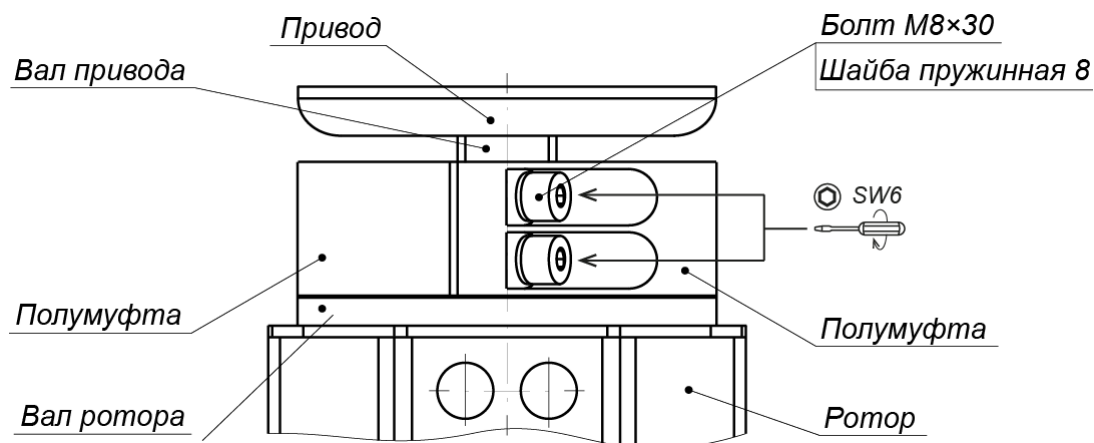

Рисунок 19. Муфтовое соединение (4) вала привода исполнительного механизма с валом ротора (1)
- Соедините верхний вал ротора с валом привода исполнительного механизма двумя полумуфтами и четырьмя болтами М8×30 с пружинными шайбами (ключ SW6) (см. рис. 19). Будьте осторожны, полумуфты имеют большой вес, не допускайте их падения во избежание травм!
2. Снимите полумуфты (см. рис. 19), отвернув 4 болта М8 муфтового соединения (4). Будьте осторожны! Удерживайте ротор и полумуфты от падения.